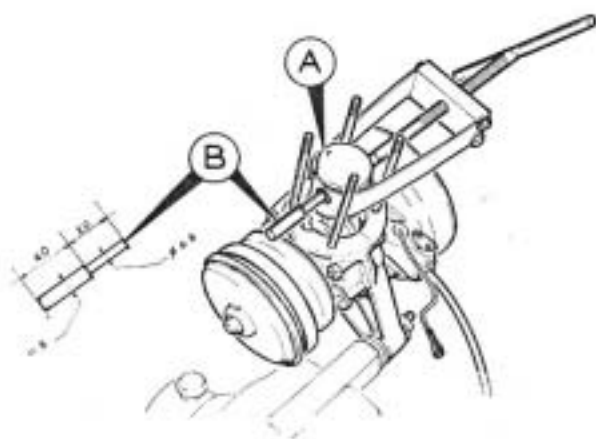

fig. 30
- Mettre le piston le repère (A) dirigé vers l'avant du moteur (côté échappement)
- Avant d'engager l'outil 0.12 s'assurer que l'extrémité de l'axe du piston déjà monté partiellement sur le piston est bien engagé dans la cage à aiguilles. Pour cela nous conseillons de faire le centrage piston, cage à aiguilles et axe de piston à l'aide d'un guide étagé (B) conforme au croquis ci-contre (fig. 30). Quand l'axe est entré au 3/4, retirer le guide et mettre en place le circlips, pousser l'axe jusqu'à ce qu'il bute, retirer l'outil 0.12 et mettre le deuxième circlips (pince 0,4) et s'assurer qu'ils sont bien dans les gorges.